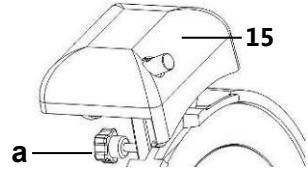

Abb. 9
- Lösen Sie die Befestigungsschraube (a) vom Messerschärfer (15) an der Rückseite des Gerätes (Abb. 9).
- Nehmen Sie den Messerschärfer (15) vom Gerät ab und drehen Sie ihn um 180°.
- Nehmen Sie den Messeschärfer vom Gerät ab. (**Abb. 9**).
- Nehmen Sie den Messeschärfer komplett vom Gerät ab (Abb. 9).